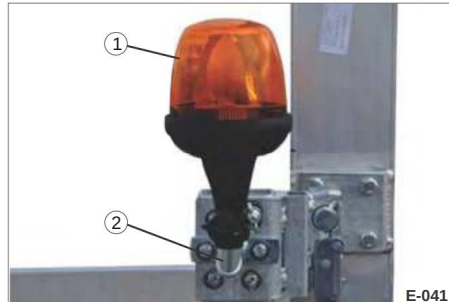

Bild 33 Roterande varningsljus monterat
• Lossa vingmuttern (Abb. 33/3).
• Dra försiktigt av ljuselementet (Bild 33/1) från konsolen (Bild 33/2).